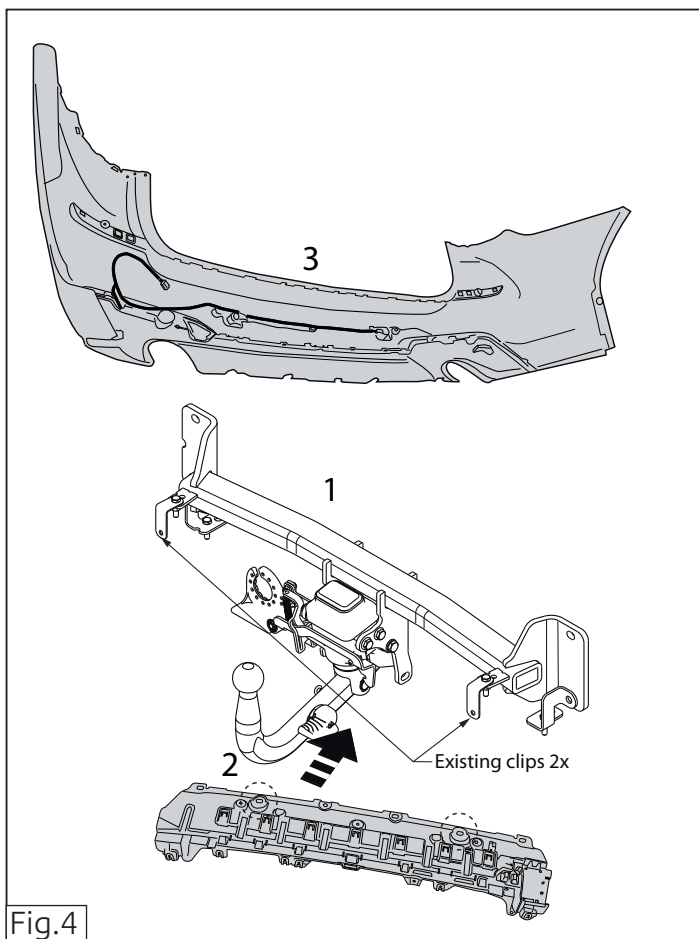

Fig.4
9. Refit the plastic cover on the towbar. figure 4.
9. Die Kunststoffabdeckung wieder auf der Anhängerkupplung anbringen. Siehe Abbildung 4.
9. Remettre le capot en plastique sur le attelage. Voir la figure 4.